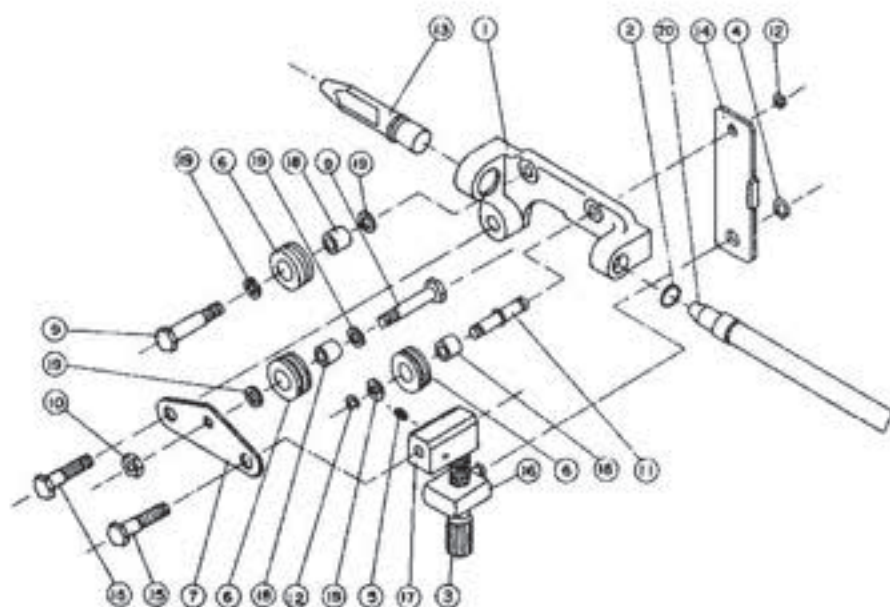

図14.5 ワイヤストレータナアセンブリ (U1290D00)
14.5 ワイヤストレータナ、インレットガイド(図14.5参照)